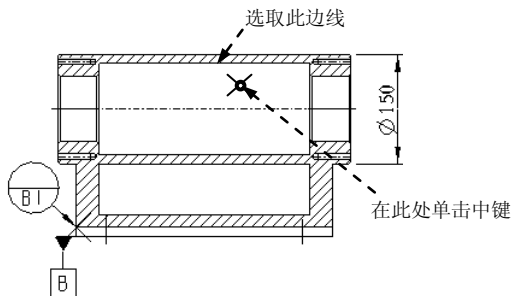

图 5.8.49 设置放置参照
(1) 在功能选项卡区域的 **注释** 选项卡中单击“几何公差”按钮 .
(2) 定义放置参考。选取图 5.8.49 所示的边线为放置位置参照。
(3) 定义放置位置。调整合适的放置位置并单击鼠标中键，系统弹出“几何公差”选项卡。
(4) 定义公差类型。在“几何公差”选项卡 符号 区域的 几何特性 下拉列表中选择  圆柱度选项。
(5) 设置公差值。在 公差和基准 区域的  文本框中输入公差数值 0.001。
(6) 在图纸空白处单击，完成形位公差标注。